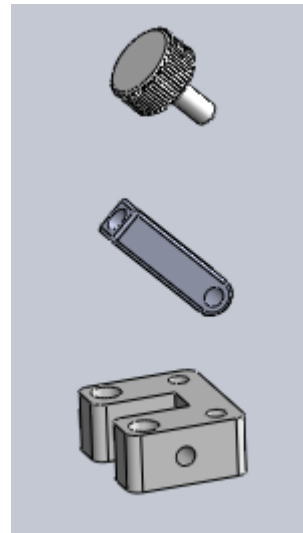

图 3 Fig. 3
3. 检查攻牙机锁紧装置(图 3)
Check to the teeth of the locking device(Fig. 3)